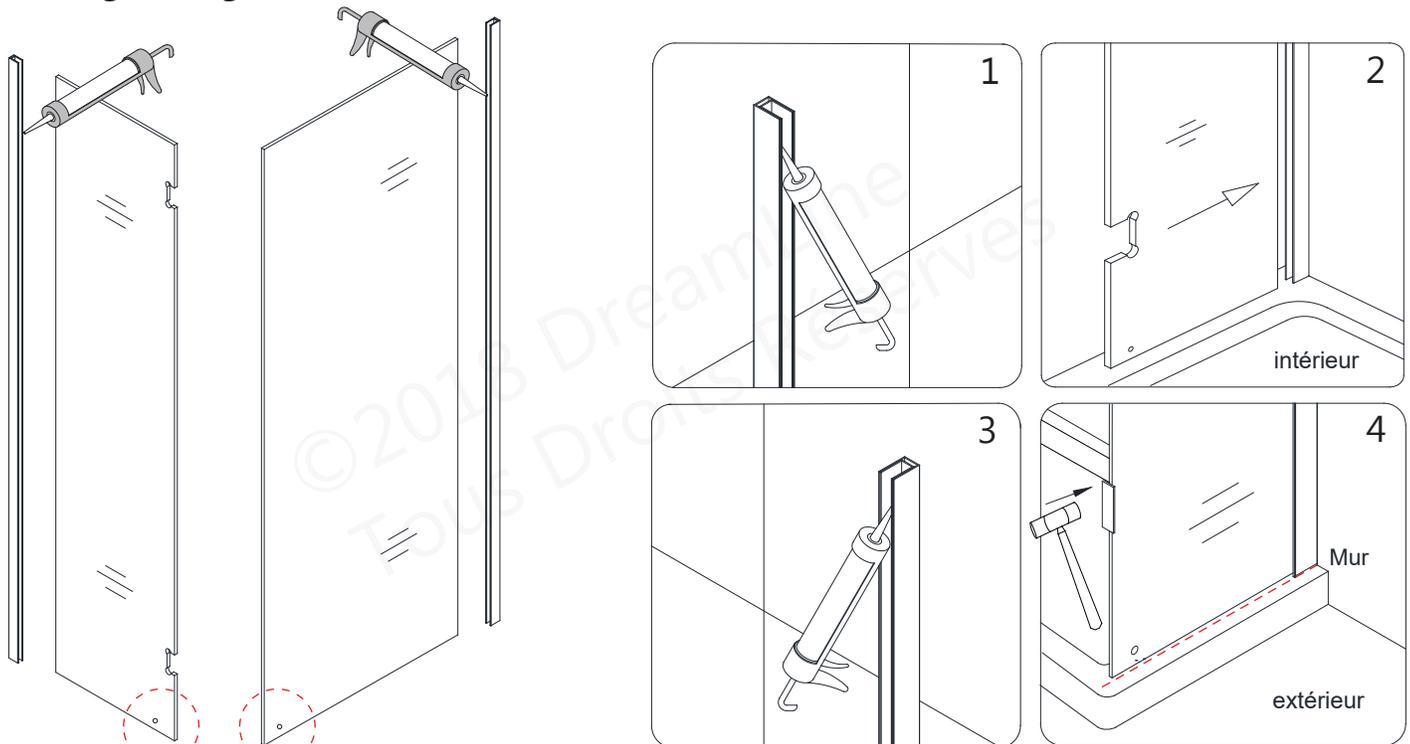

Fig 4
4. Ajoutez du silicone dans les **Profils en U d'Acier Inoxydable (N° 11)** avant d'installer le panneau vitré dans les profils. Si nécessaire, tapez légèrement avec un maillet en caoutchouc et un bloc de bois. (Fig 4 et Fig 5)